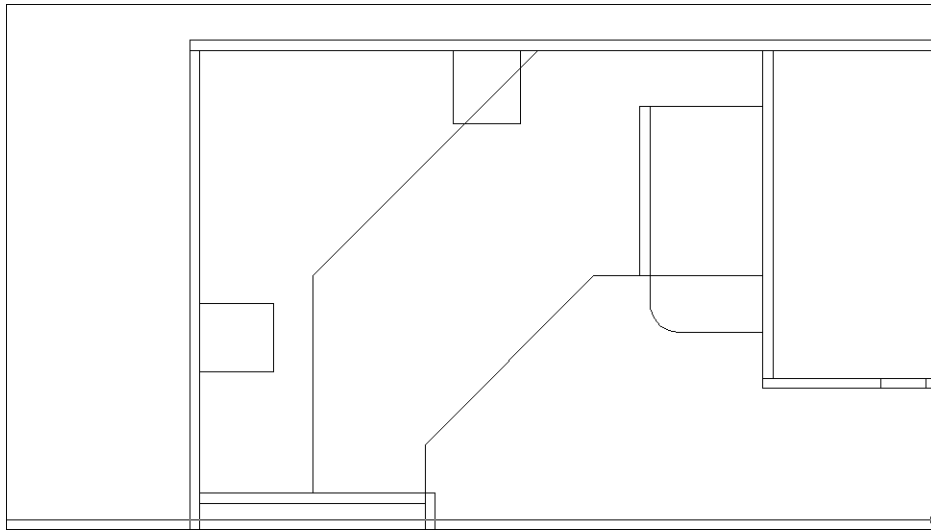

Рис. 5.7. Законченные контуры полошек обеих стоек для компакт-дисков
8. Нажмите клавишу `<Enter>` для завершения команды `LINE` (`ОТРЕЗОК`). Контуры полочек обеих стоек для компакт-дисков созданы (рис. 5.7).